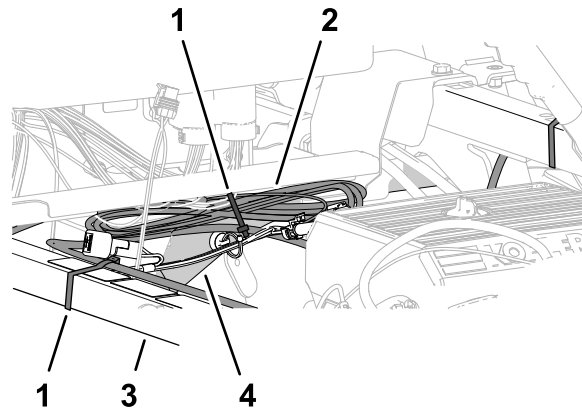

图213
- 将过长的数据线束捆扎在右上机架管上图213。
- 将数据线束与减震支撑管对齐并用扎带将线束固定到支撑管上图213。
- 将数据线束与右上机架管对齐并用扎带将线束固定到机架管上图213。